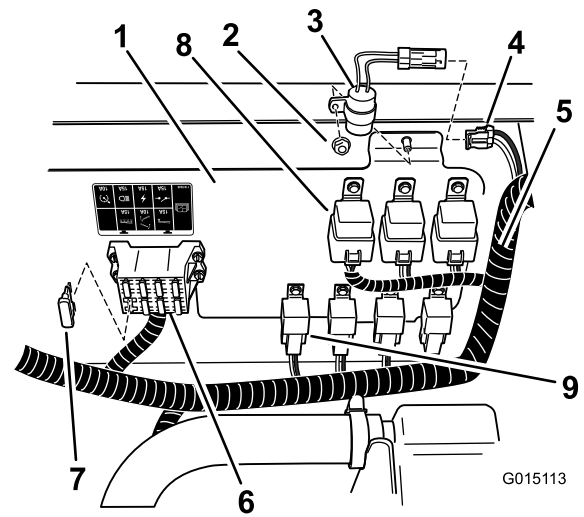

Рисунок 33
- А. Установите таймер задержки в месте, показанном на Рисунок 33 или Рисунок 34, закрепив контргайкой, снятой с электрической панели.
- В. Подсоедините таймер к 2-гнездовому соединителю жгута проводов машины с маркировкой «Delay Timer» (Таймер задержки) (Рисунок 33 или Рисунок 34).
- Установите предохранитель (40 А) в свободное гнездо блока предохранителей, как показано на Рисунок 33, Рисунок 34 или Рисунок 35.
- Разместите реле и реле питания в одном ряду с другими подобными реле и установите их на панель (Рисунок 33, Рисунок 34 или Рисунок 35) при помощи двух болтов с фланцевыми головками (№ 10-24 x 1/2 дюйма) и 2 контргайки (№ 10-24).
- Найдите 4-гнездовой и 5-гнездовой соединители на главном жгуте проводов и подсоедините их к реле (4-штыревому соединителю) и реле питания (5-штыревому соединителю), как показано на Рисунок 33, Рисунок 34 или Рисунок 35.